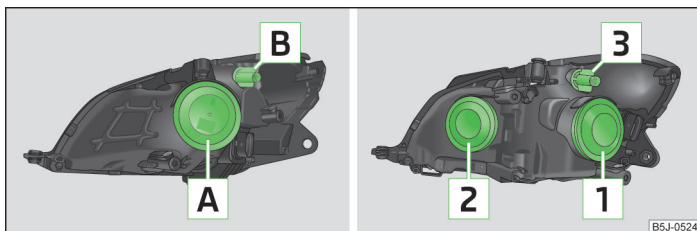

Fig. 156 Dispunerea becurilor: Faruri cu halogen/Proiectoare cu halogen
- › Scoateți capacul din cauciuc **A** » fig. 156 la pagina 193.
- › Detașați capacul din cauciuc **1** » fig. 156 la pagina 193.
- > Detașați capacul din cauciuc » fig. 156 la pagina 193.
- > Rotiți soclul » fig. 156 la pagina 193, resp. soclul până la limită în sens anti-orar, și extrageți-l, împreună cu becul pentru lumina de semnalizare.
- > Scoateți capacul din cauciuc » fig. 156 la pagina 193, resp. .